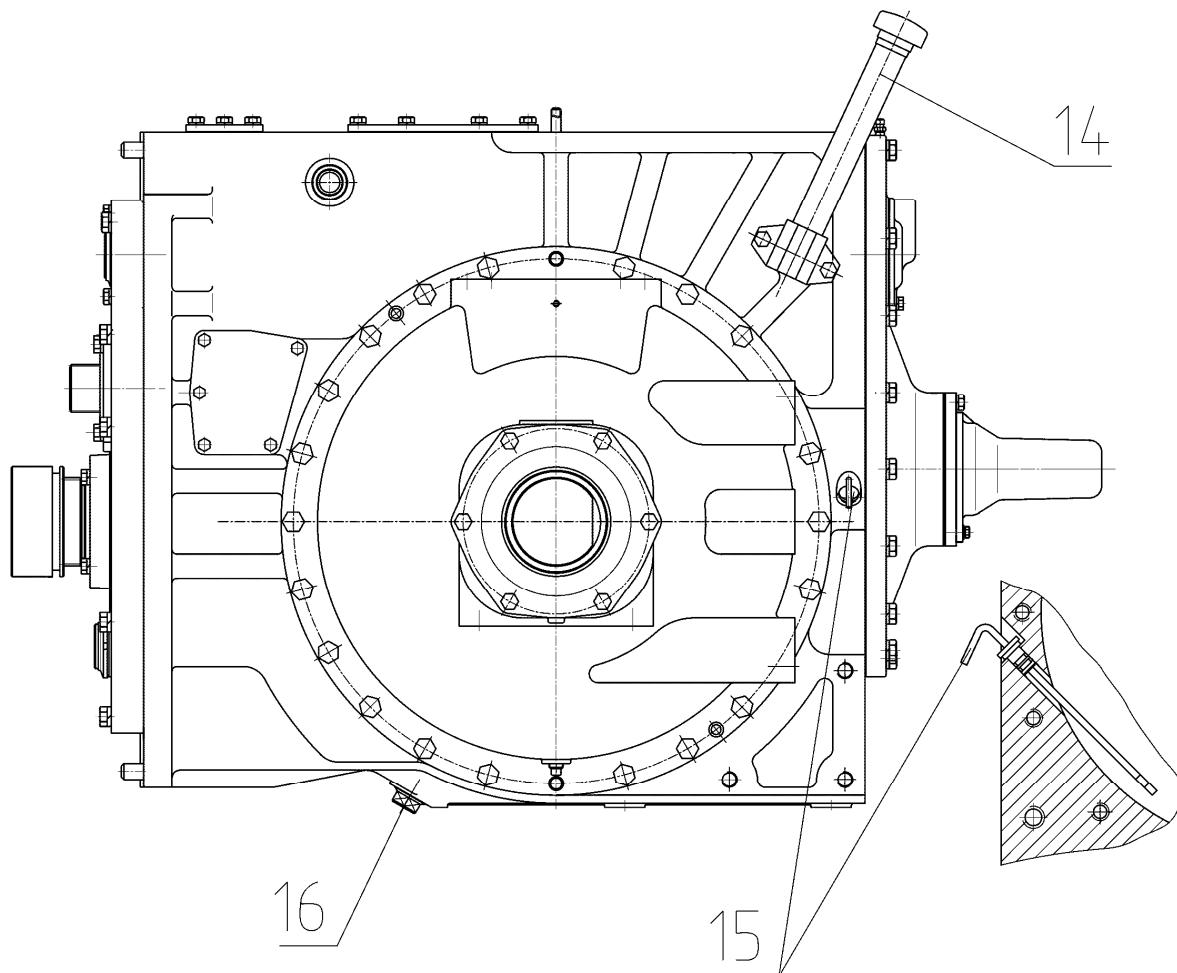

Рис.4.58 Задний мост.
На левой стороне корпуса заднего моста установлена заливная горловина (14), (рисунок 4.58), для залива масла в трансмиссию, с сапуном и щупом-масломером (15).
Слив масла из трансмиссии осуществляется через сливное отверстие на днище корпуса заднего моста, закрытое пробкой (16), (рисунок 4.58), с магнитом, и сливные отверстия в конечных передачах закрыты коническими пробками (12), (рисунок 4.58).